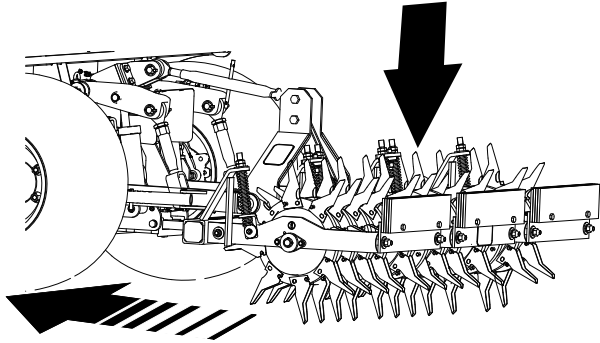

Figure 23
2. Avec la commande de l'attelage 3 points ou la commande hydraulique à distance du groupe de déplacement, abaissez lentement l'aérateur tout en avançant lentement avec le groupe de déplacement (Figure 23).